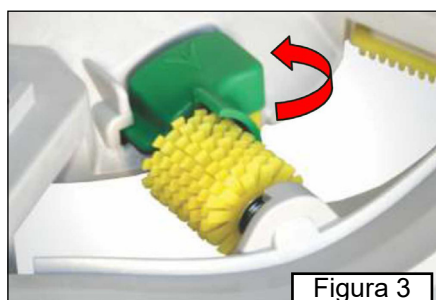
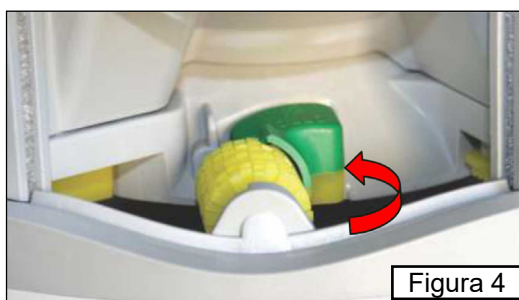

Figura 3
Figura 4
Introduza-o até que as faces se juntem conforme figura 3.
Gire a **escovaflex** no sentido anti-horário conforme indicação na figura 3 e levante a parte traseira em diagonal conforme a figura 4.
**Observação:** A lateral do suporte deve encaixar na base conforme a figura 3.
A **escovaflex** também encaixa na base, portanto ao substituir a usada por uma nova, confirme se a mesma está devidamente encaixada, conforme a figura 4.